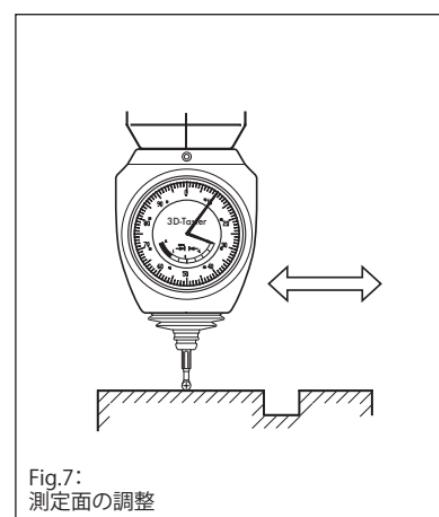

Fig.7:
### [6]面の調整(Fig.7)
- 上記の状態でワーク表面に沿って3Dセンサーを動かして下さい(Fig.7)。ダイヤルゲージ上では機械軸に対して測定面のずれが表示されます。